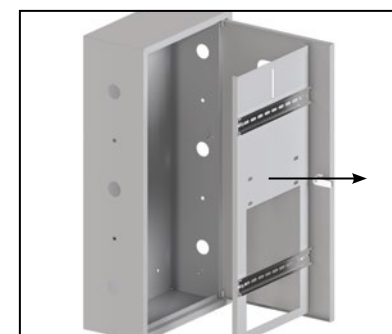

Рис. 43
3.3. Открутить два винта М4х16 и снять монтажную плату с DIN-рейками – для ЯУР 400, ЯУР 600 (1.1). Извлечь монтажную панель с DIN-рейками из корпуса ЯУР 600, ЯУР 400. Винты сохранить (рис. 43).